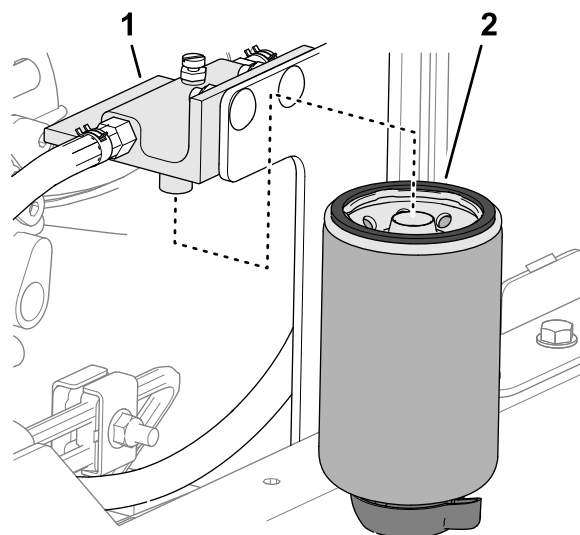

Figura 82
2. Limpe a cabeça do filtro e o recipiente do filtro (Figura 82).